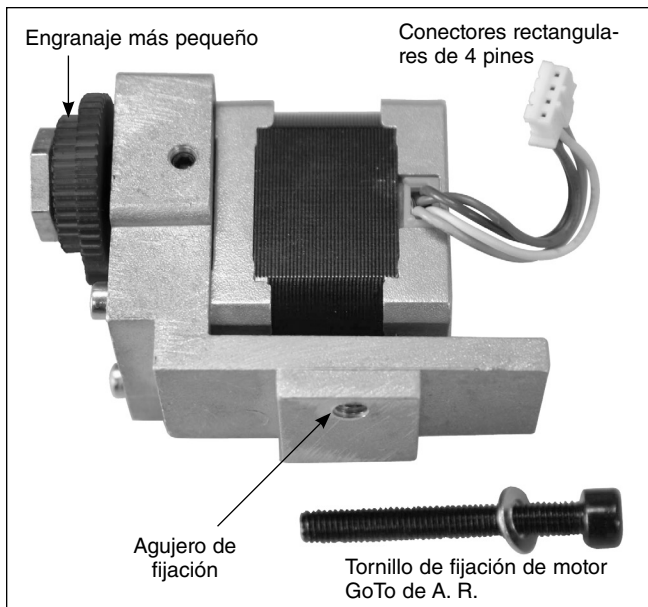

Figura 3. Unidad de motor GoTo de A. R.
3. La unidad de motor GoTo de A. R. se identifica por el conector rectangular de 4 pines acoplado al cuerpo del motor (**figura 3**). El motor se acoplará a la montura mediante un tornillo de cabeza hueca de 40mm de longitud que atraviesa el agujero de la parte trasera de la montura ecuatorial, justo por encima del perno en L de ajuste de latitud posterior (**figura 4**). Resulta útil quitar el perno en L de ajuste de latitud posterior mientras se instala el motor GoTo de A. R. Coloque una de las arandelas planas de 10 mm en el tornillo de ajuste del motor de A. R. Coloque el tornillo de ajuste del motor de A. R. en el extremo de una llave hexagonal de 4 mm y empújelo hacia arriba a través del agujero que hay en la parte trasera de la montura ecuatorial (**figura 4**). Sujete la unidad GoTo de A. R. en la mano de manera que su agujero roscado encaje en el tornillo cuando salga por el otro extremo del agujero. Enrosque el tornillo en el agujero roscado de la unidad de motor de A. R. hasta que quede firme, pero no excesivamente apretado. Tendrá que realizar pequeños ajustes a la posición del motor en los pasos siguientes.